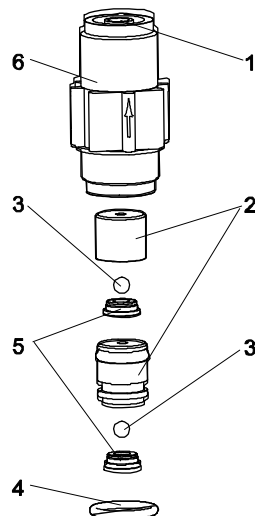

Рис. 20 Головной (нагнетательный) клапан
2. Снимите уплотнительное кольцо (см. рис. 20, пункт 4) с головки насоса с помощью небольшой отвертки.